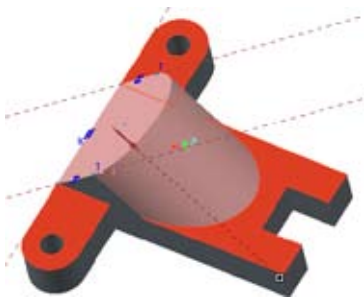
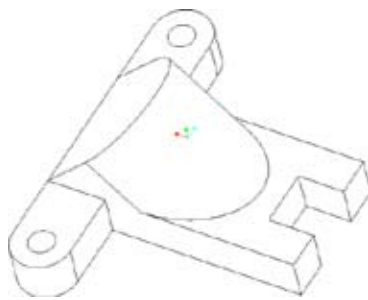

图3-117 设置拉伸类型
图3-118 创建连接圆柱
- 04 在拉伸操控板中单击【选项】按钮, 在弹出的选项卡中设置拉伸类型为【到选定的】, 并选取圆柱形连接底板的上表面作为拉伸截止面, 如图3-117所示。单击操控板中的【确定】按钮, 结果如图3-118所示。